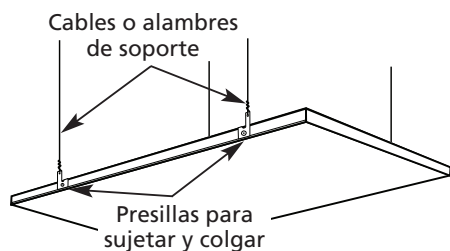
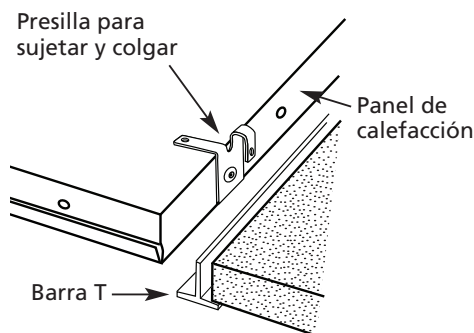

Figura 2
Figura 3
⚠ ATENCIÓN *Para evitar la posibilidad de ser lesionado por paneles que se caen, las barras T deben sujetarse firmemente en la estructura del edificio y deben ser capaces de soportar el peso del panel (13.6 kg [30 lbs.]). Se han suministrado agujeros adicionales para suspender el panel de calefacción (consulte la Figura 2) con cables o alambres de acero de calibre No. 18 (0.119 cm de diámetro / 0.047 pulg. de diámetro) como mínimo. Estos cables o alambres de soporte adicional deben utilizarse donde la resistencia de las barras T es inadecuada o donde se espera que haya vibración.*
4. Los paneles de calefacción se suministran con cuatro presillas incorporadas para sujetar y colgar que están situadas en cada lado largo del panel de calefacción. Las presillas pueden utilizarse para colgar el calentador con cables o alambres de soporte (consulte la Figura 2), o bien dobladas para funcionar como ganchos para colgar el calentador en el bastidor de barras T (consulte la Figura 3). Levante cuidadosamente el panel de calefacción hasta su posición de instalación, asegurándose que las presillas o ganchos para colgar y sujetar enganchen firmemente sobre las barras T (consulte la Figura 3).